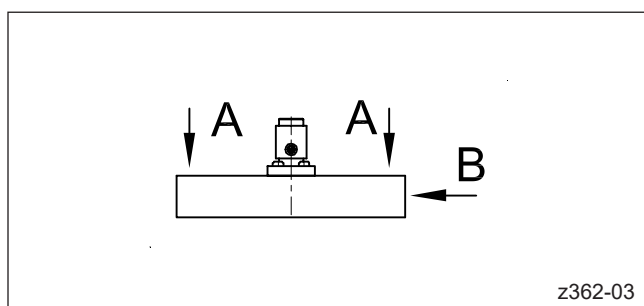

Abbildung 11: Mögliche Anschlagpunkte an einem Verteiler
- Verteiler (siehe Abbildung 11):